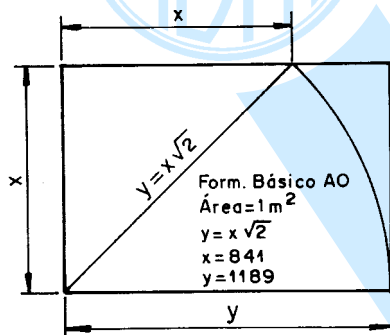

Figura 3 - Origem dos formatos da série "A"
3.1.2.1 O formato básico para desenhos técnicos é o retângulo de área igual a 1 m^2 e de lados medindo 841 mm x 1189 mm, isto é, guardando entre si a mesma relação que existe entre o lado de um quadrado e sua diagonal $\frac{x}{y} = \frac{1}{2}$ (Figura 3).